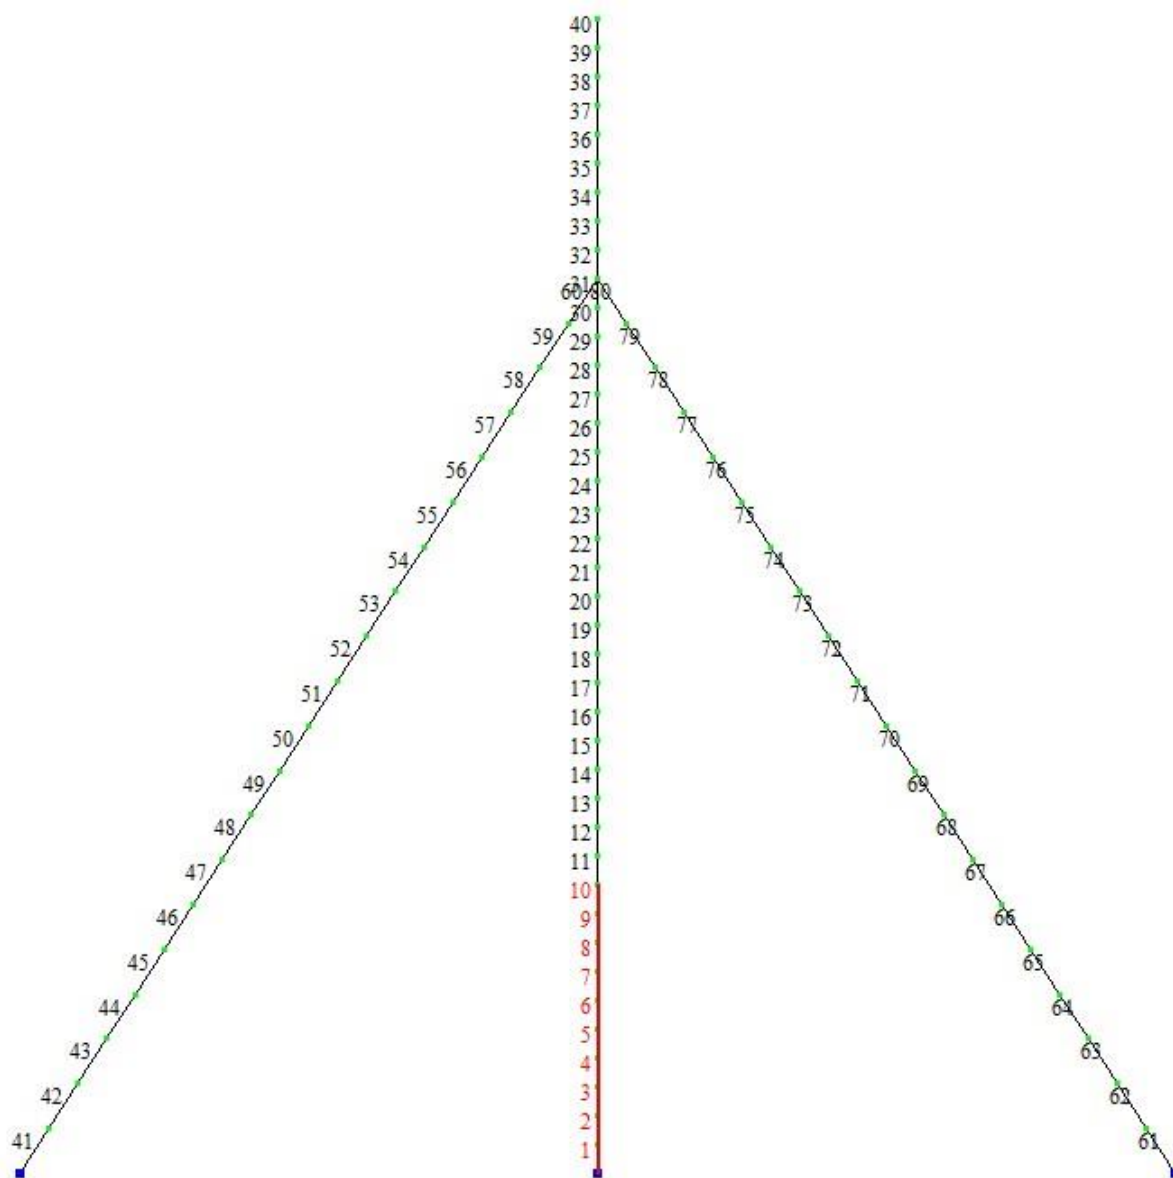

Рис. 8.19. Розрахункова схема з нумерацією елементів
- Далі встановіть прапорець **За номерами KE** і у відповідному полі введіть номери елементів **1–10** (рис. 8.19).